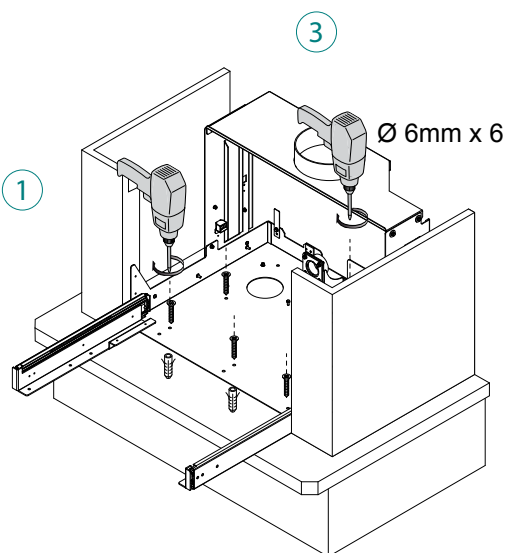

fig. 6.1.9
- 9) Insertar los tacos de 6 mm en los agujeros realizados y asegure la estructura con los tornillos. (3) - (fig. 6.1.9).